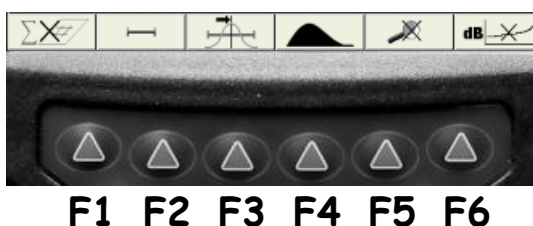

Рисунок 4
**П р и м е ч а н и е** - Далее по тексту используется условная нумерация от 1 до 6 слева направо окон пиктограмм и соответствующих им функциональных клавиш (рисунок 4).